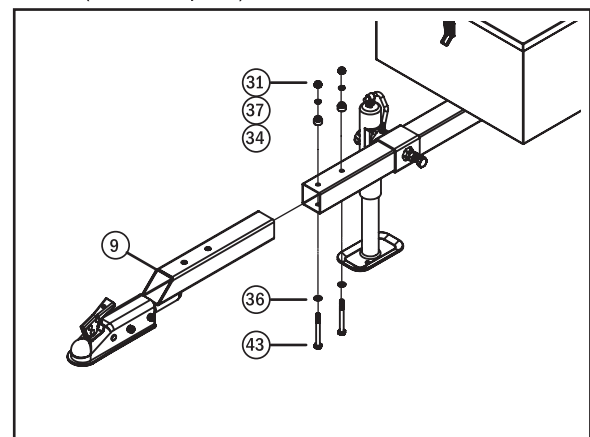

Fig. 8
Étape 11 : Installez le coupleur d'attelage. Installez l'ensemble coupleur d'attelage (9) dans la barre de remorquage. Alignez les deux trous et utilisez les boulons M10x90 (43), les rondelles plates M10 (36), les entretoises (34), les rondelles de blocage M10 (37) et les écrous de blocage M10 (31) pour les fixer solidement en place, comme indiqué sur la fig. 8. Utilisez une clé dynamométrique et serrez à un couple compris entre 40 et 48 Nm (30 et 35 pi-lb).